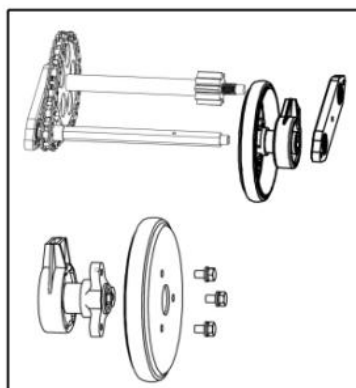

Рисунок 31
5. Удалите три винта, скрепляющие между собой боковые пластины фрикционного колеса, замените только резиновое кольцо (рис. 31).